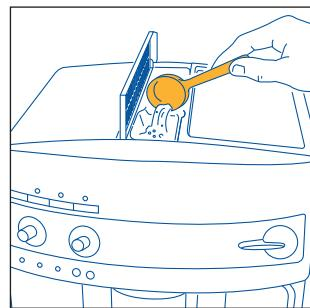

Fig. 19
- Levante la tapa del centro, introduzca en el embudo un medidor de café premolido (fig. 19) y proceda como se describe en el párrafo 5.